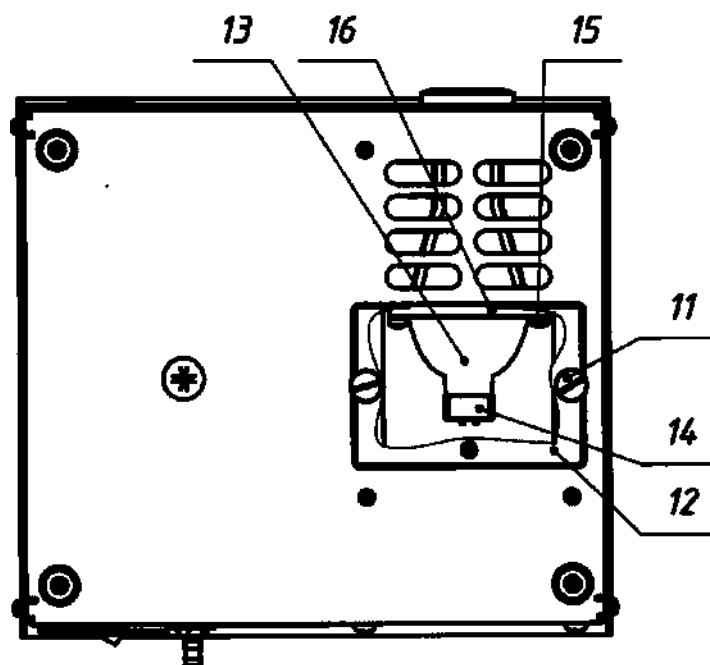

Рис. 6. Нижняя панель блока осветителя моделей 05-06.
Сгорел плавкий предохранитель	Заменить плавкий предохранитель на новый: для осветителей моделей 01-05 и 07 - F1AL250B, для осветителей модели 06 - F1,6AL250B. Для этого необходимо отключить сетевой кабель. Запасной предохранитель находится в специальной нише в гнезде предохранителей (рис.6, поз.9). В случае повторного возникновения данной неисправности обязательно обратиться в сервисный центр
2. Открутить два винта-барашка (рис.6, поз.11).
3. Открыть крышку отсека лампы (рис.6, поз.12).
4. Извлечь лампу (рис.6, поз.13). Для этого отклонить её в сторону задней панели и сдвинуть в сторону нижней панели.
5. Отсоединить патрон лампы (рис.6, поз.14) от лампы.
7. Вставить лампу между пружиной (рис.6, поз.15) и держателем лампы (рис.6, поз.16). Сдвинуть лампу в сторону верхней панели блока осветителя до надёжной фиксации в держателе.